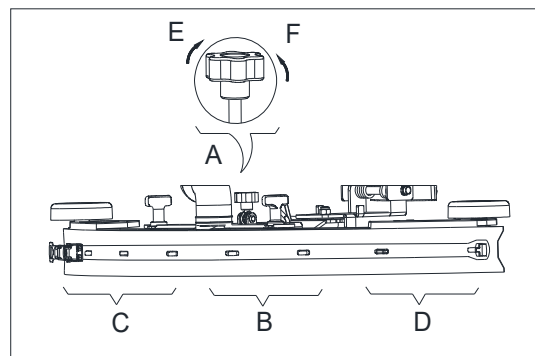

Figura 5
3. Ajuste la posición de la escobilla de goma mediante la palanca de ajuste de la escobilla de goma (A, Figura 5).
- a) Si queda un espacio entre el suelo y sección media del labio posterior de la boquilla (B), ajuste la palomilla (A) en dirección anti horaria (F) hasta que la entera sección del labio posterior de la boquilla entre en buen contacto con el suelo, el labio delantero tocando el suelo ligeramente.
- b) Si hay espacio entre el suelo y los dos extremos de la lámina posterior (C y D), ajuste la perilla (A) en dirección horaria (E) hasta que la entera sección de la lámina posterior entre en buen contacto con el suelo, la lámina delantera tocando el suelo ligeramente.